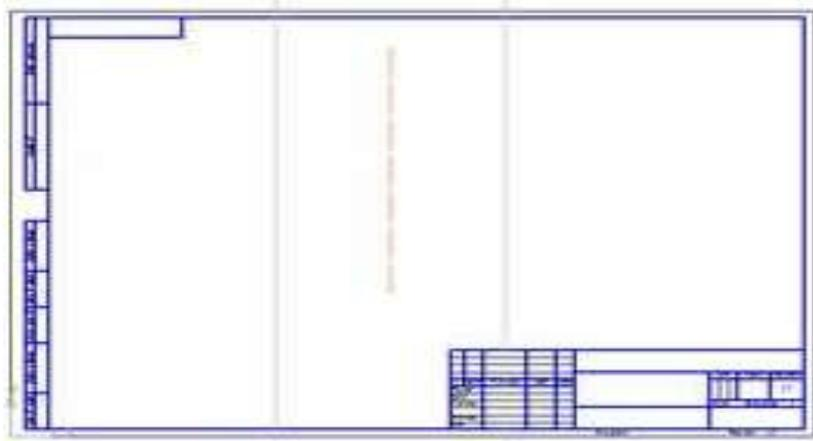

Рисунок 3.4 – Создание вертикальных параллельных прямых
4. Выберите инструмент **Параллельная прямая**, щелкните на осевую линию. В панели свойств задайте расстояние 60 мм. Нажмите кнопку **Создать объект** (рисунок 3.4).